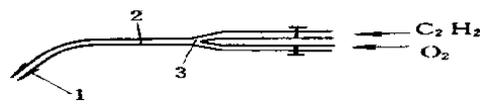

图 2 射吸式焊炬
5) 焊炬: 又称焊枪, 作用是用来控制气体混合比例、流量以及火焰结构, 它是焊接的主要工具。所以对焊炬的要求是能方便地调节氧与乙炔的比例和热量的大小, 同时要求结构重量轻、安全可靠。焊炬按可燃气体与氧气混合的方式不同分为等压式 (如图 1 所示) 与射吸式 (如图 2 所示) 两种。